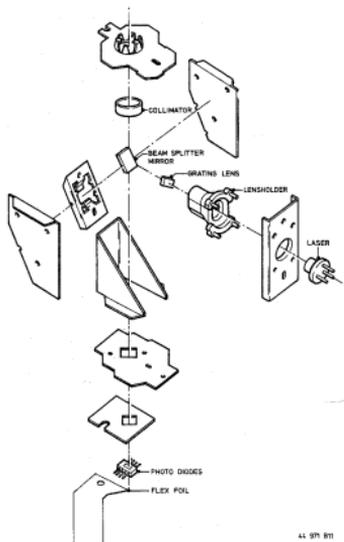

Fig. 5
- die Laser- und Photodioden-Einheit (s.Fig.5);